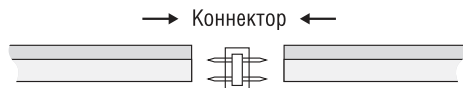

Рис. 4. Соединение при помощи коннектора
- 3) Подключите участки светодиодной ленты в соответствии с полярностью, см. Рис. 4. Контакты коннектора NLSC-connector-2835-220V-NEONLED должны войти по центру соответствующих проводов (жил), идущих по всей длине ленты.